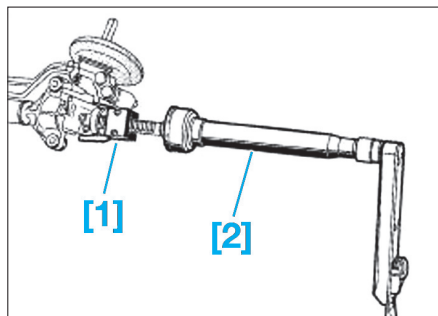

Fig. 11
- [1]. Outil de blocage du barreau de direction (ref : Dir. 1306-03) (Fig.11).
- [2]. Outil de dépose-repose de la biellette de direction Ø 35 mm à 41 mm (ref : Dir. 1305-01) (Fig.11).
- Mettre en place l'outil [1] sur le barreau de direction (Fig.11).